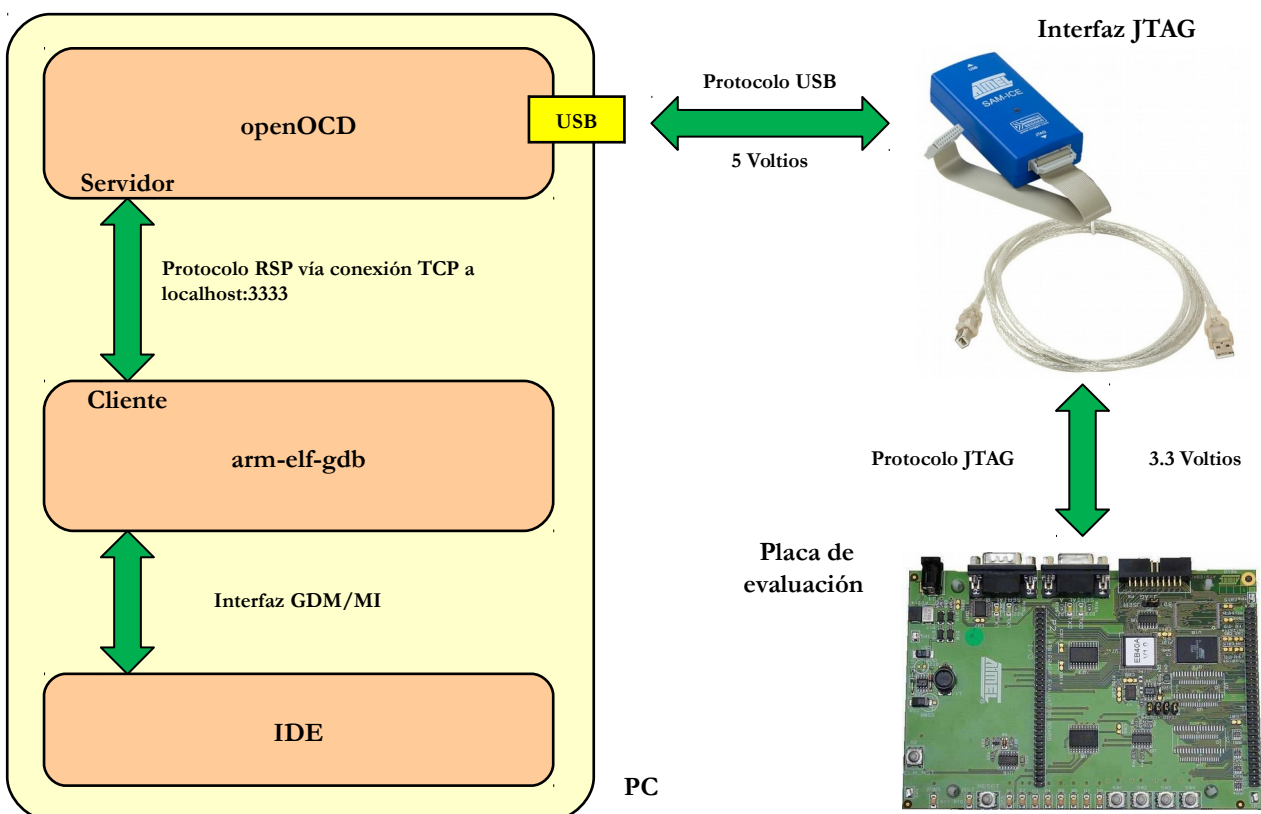

Figura 2: Conexión de la placa de desarrollo mediante *OpenOCD*.
*OpenOCD* es un demonio que se ejecuta en el PC en el que está conectado el adaptador JTAG de la plataforma de ejecución y que soporta la mayoría de adaptadores JTAG y cables usados para varios procesadores, entre los que están los procesadores de ARM. La ventaja de usar *OpenOCD* es que, independientemente del adaptador y cable usado para conectarse a la placa de desarrollo, la interfaz que *OpenOCD* ofrece al depurador es un canal de comunicación estándar (TCP) y un protocolo de depuración único, tal y como muestra la Figura 2, que se puede usar para controlar la ejecución y depuración de código en la placa, e incluso grabar su memoria flash con una imagen ejecutable.